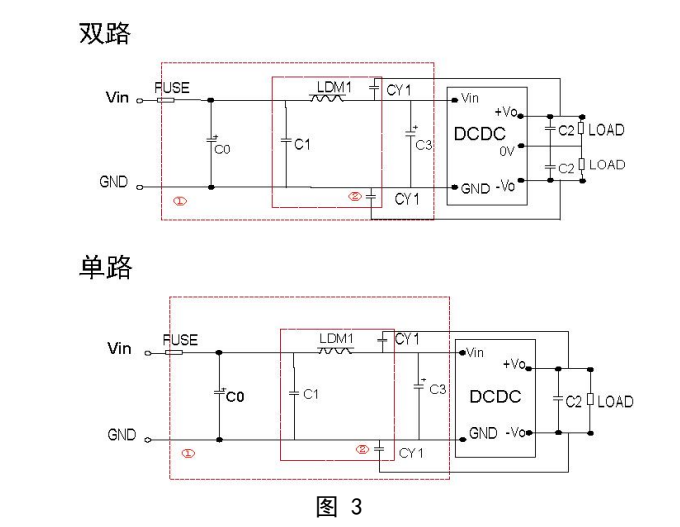

图 3
辐射骚扰 (RE)	CISPR32/EN55032 CLASS A (裸机) / CLASS B (推荐电路见图 3-②)
脉冲群抗扰度 (EFT)	IEC/EN61000-4-4 ±2KV (推荐电路见图 3-①) perf. Criteria B
涌浪抗扰度 (Surge)	IEC/EN61000-4-5 line to line±2KV (推荐电路见图 3-①) perf. Criteria B